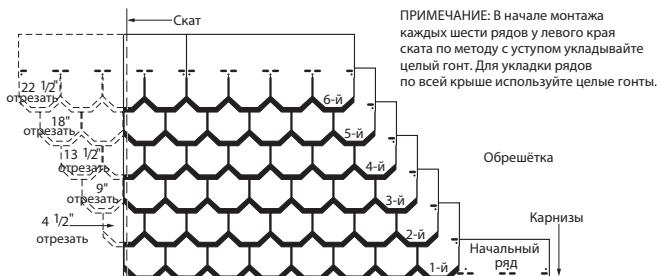

Рис. 16-15. Шесть вверх, на 11,4 см обрезка (гонт Carriage House).
2. Вбейте гвозди в начальный полосовой гонт примерно на 3,8 см выше нижнего края таким образом, чтобы они были выровнены по центру под язычками гонта первого ряда. Продолжите укладку вдоль карнизов, используя целые гонты размером 25,4 x 91,4 см (Рис. 16-15).
**1-Й РЯД:** Уложите целый гонт в левом нижнем углу крыши, расположив язычки бровень с начальным рядом (Рис. 16-15).